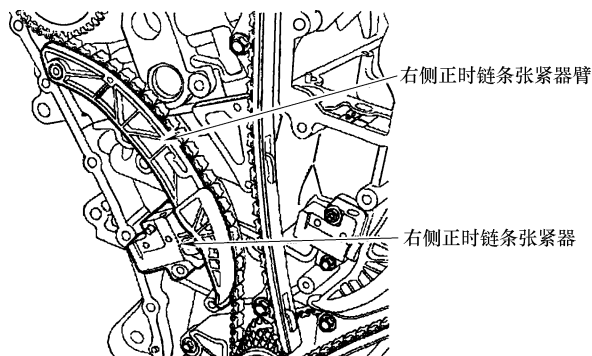

图 29-53 安装右侧正时链条张紧器臂和张紧器
13) 安装右侧正时链条张紧器臂, 如图 29-53 所示。
14) 安装右侧正时链条张紧器, 如图 29-53 所示。